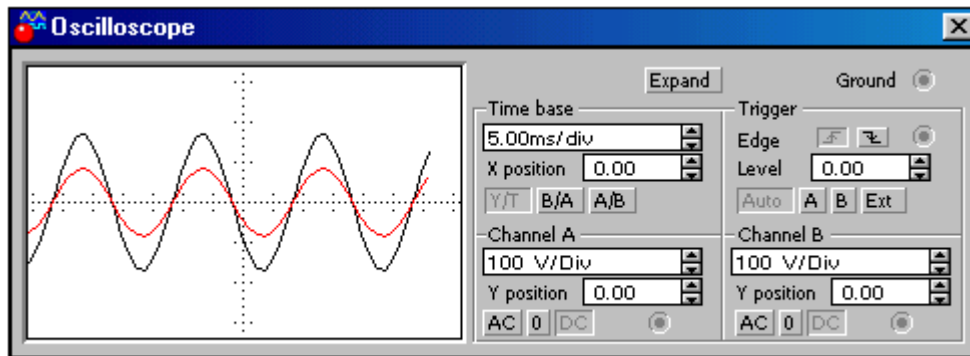

Рис.5
4.2.3. Розкрийте осцилограф встановленням курсору на його умовне позначення "Осц" та подвійним кліком лівої клавіші миші. На екрані будуть мигтати два променя: чорний – для вхідної напруги та червоний – для вихідної (рис. 5).